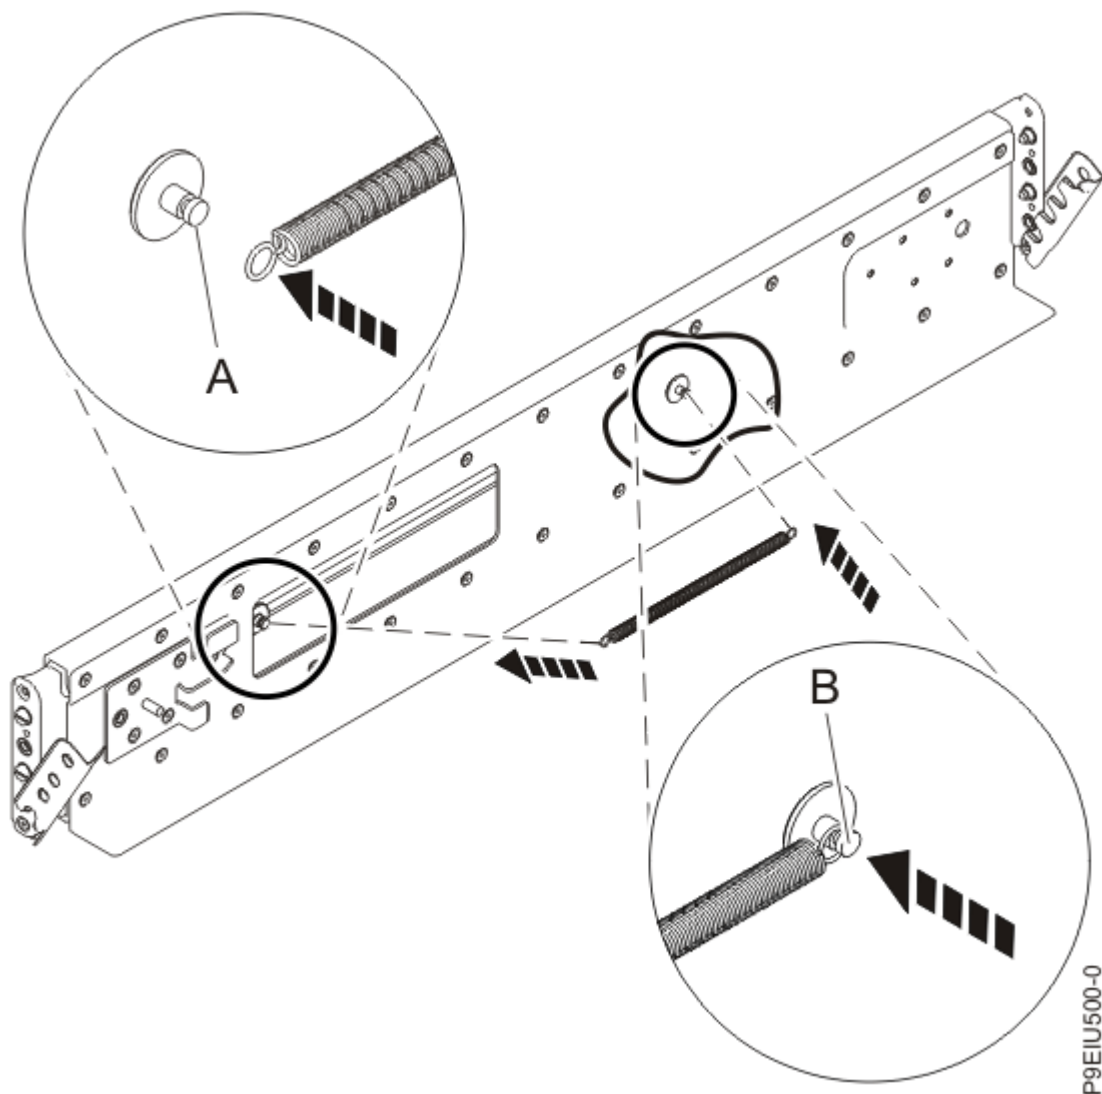

Figure 3. Installation du ressort sur la glissière
4. Installez le ressort sur la glissière en accrochant une extrémité autour de l'une des vis de butée circulaires (**A**) et l'autre extrémité autour de l'autre vis de butée circulaire (**B**) comme illustré dans la Figure 3, à la page 5.